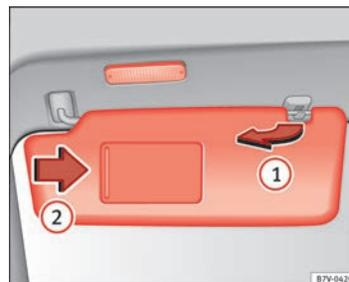

Fig. 63 Parasol.
- El parasol puede extraerse de la fijación y girarse hacia la puerta ⇒ fig. 63 ①.